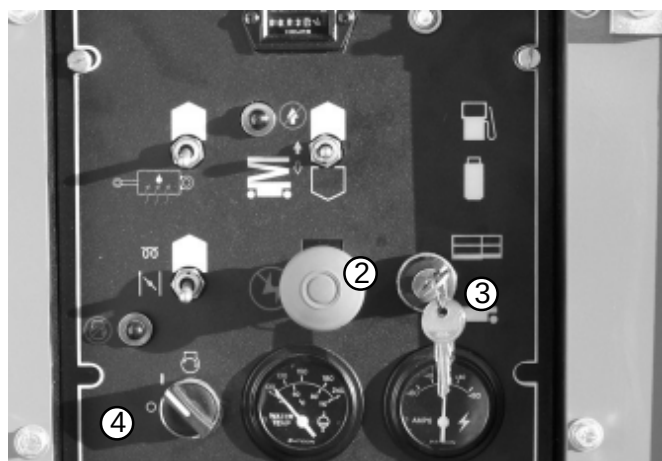

Fig. 8.16
2. Sätt nödstopsbrytaren (2) i läge "Till" (drag ut den) (se fig. 8.16).
3. Sätt väljarbrytaren för Chassi/Plattform (3) i läge "Plattform", uppåt (se fig. 8.16).
4. Vrid nyckeln (4) (se fig. 8.16) till läge "Till" - vrid den inte till läge "Start".